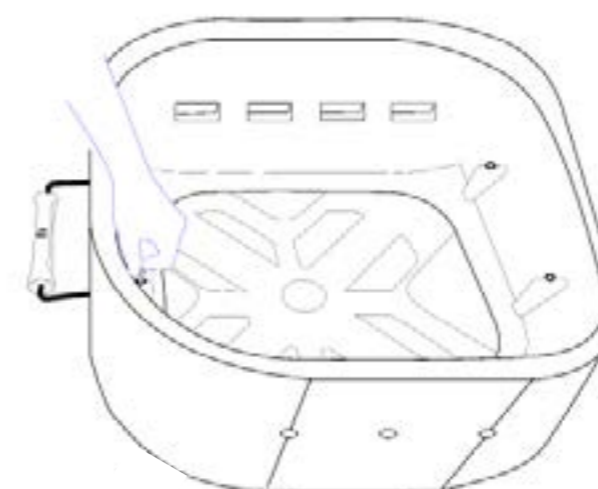

fig 4
Paso 6: atornillar cuidadosamente con la llave suministrada. También puedes hacerlo con un destornillador o un destornillador T30. Precaución, si va demasiado rápido, podría dañar LOLA. El mango debe ser sólido y estable. (fig. 4)